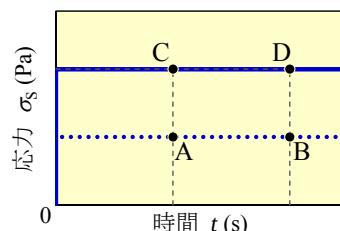

図 5 定常流動における Newton 粘性体の応力と時間の関係
ここで、前述の Hooke 弾性体と同様、Newton 粘性体に対し、図 2 (a)および(b)に示した 2 種類の定常流動を与えた場合を考えます。当然ながら、A～D におけるひずみおよびひずみ速度の大小関係は、式①および②と同じです。ただし、図 5 に示すとおり、Newton 粘性体の応力は、ひずみではなく、ひずみ速度と同様の時間変化を示し、その大小関係(式④)も、ひずみではなく、ひずみ速度と一致します。